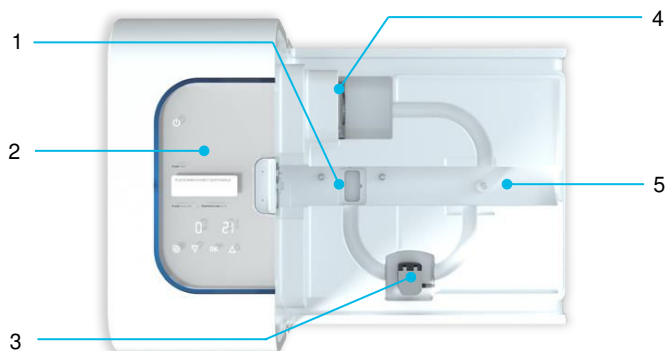

Figure 2 : Vue de dessus du dispositif Kidney Assist Transport sans kit de perfusion ni insert de drainage de l'oxygénateur et réservoirs de glace
- Assurez-vous que l'insert de drainage de l'oxygénateur, qui a été retiré lors du nettoyage, est remplacé dans le dispositif avant utilisation (figure 2, élément 1).